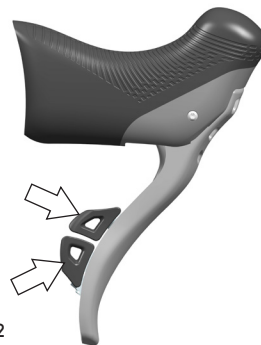

図12
- ・ 下側レバーを押すと、リア・ディレイラーはシフトアップします (図12)。
- ・ 上側レバーを押すと、リア・ディレイラーはシフトダウンします (図12)。